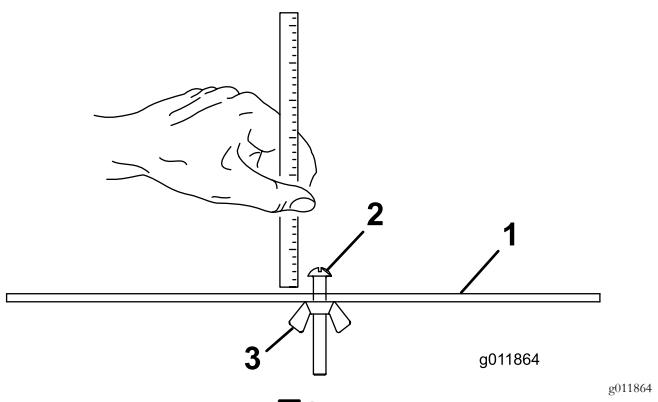

图17
- 松开调刀尺上的螺母 图17 并将调节螺丝设定为所需的剪草高度。